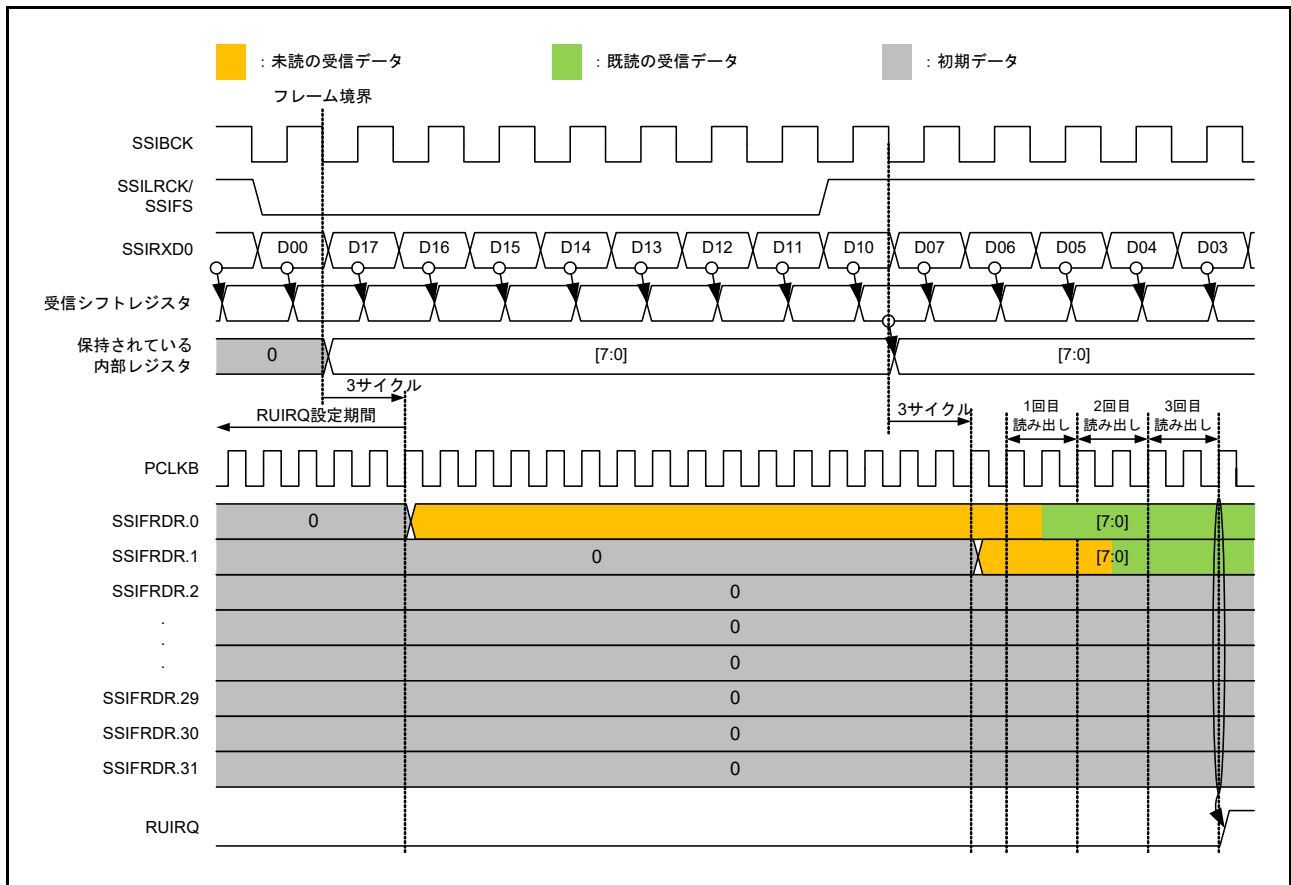

図 37.16 RUIRQ 設定タイミング
- SSIFRDR からの読み出しが完了したとき。図 37.16 を参照してください。